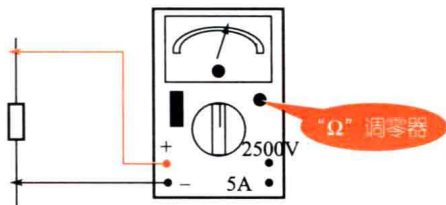

图1-17 电阻测量
③ 电阻的测量
b. 测量与读数 将表笔接电阻两端, 进行读数, 如图1-17所示。电阻值为电阻值刻度盘读数乘以当前选择电阻挡位倍数。